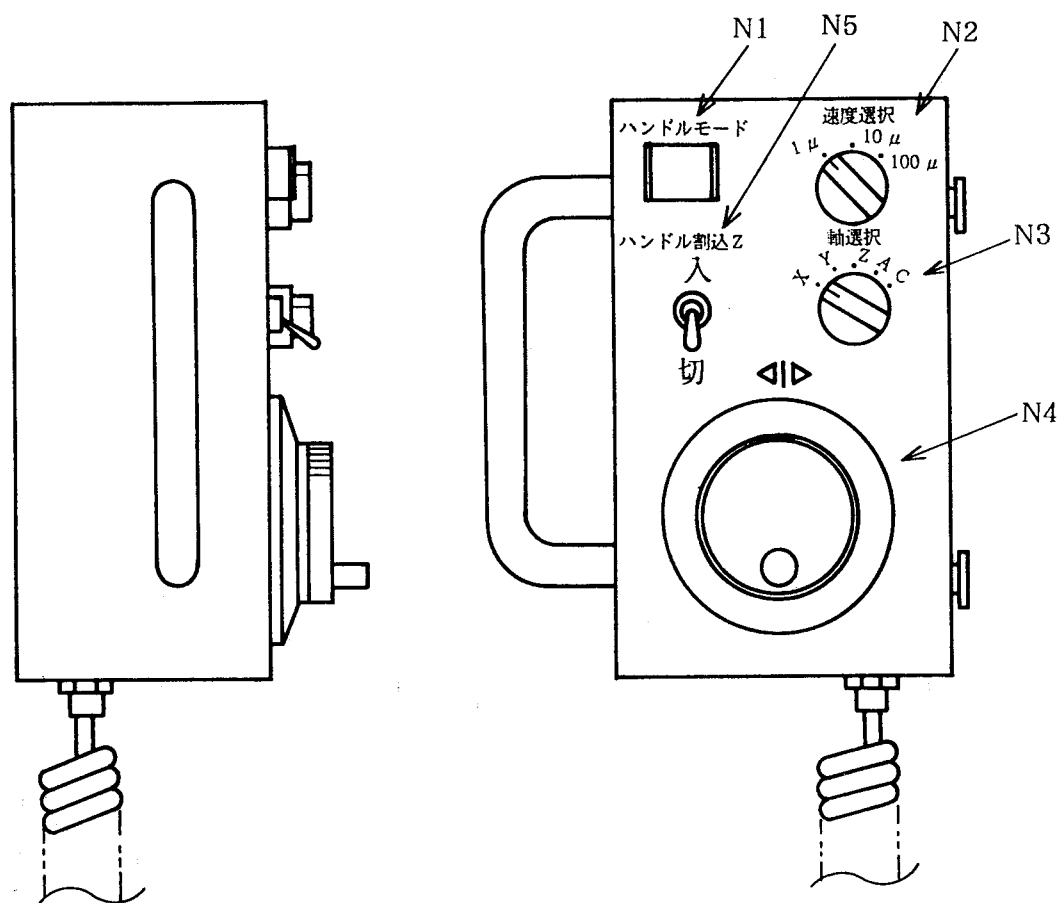

図2-3 ハンドル箱構成図
a. 原点復帰方法 (I) 各軸方法
- ① 加工テーブルが原点位置近くにある場合には、ジョグ又はハンドルで原点方向と逆方向に約50mm程度移動させる。(図2-3、2-4参照)